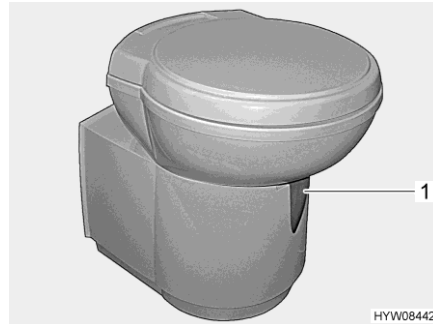

Fig. 166 Taza del inodoro Thetford (basculable)
- Antes del lavado, abrir la corredera del inodoro Thetford. Para ello, empujar la palanca de corredera (Fig. 166,1) en sentido contrario a las agujas del reloj.